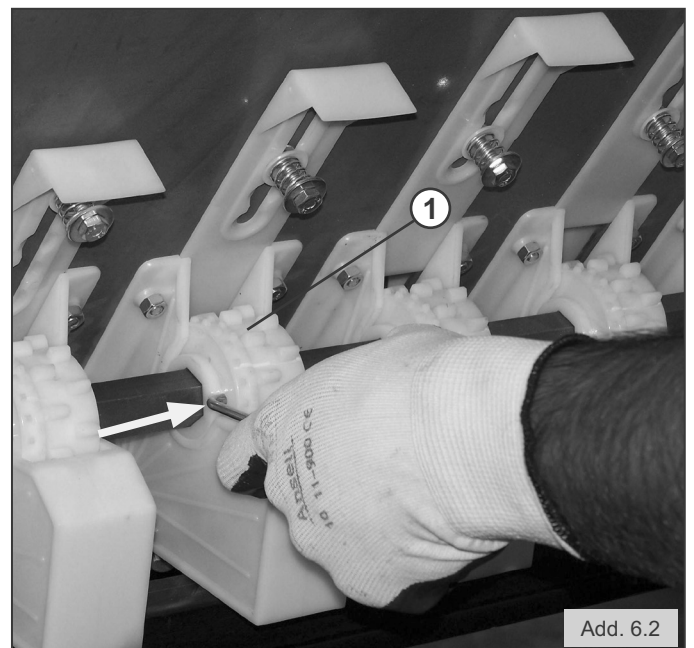

Abb. 6.2
Je nach Samentyp stellt man den Dosierrollentyp **1** (Abb.6.2) ein; dabei befolgt man die Anweisungen, die in der Tabelle aufgeführt werden.
- Den mitgelieferten Schlüssel (Abb.6.2) in die Bohrung links an der Rolle einfügen und die Zugsperr nach außen drücken.